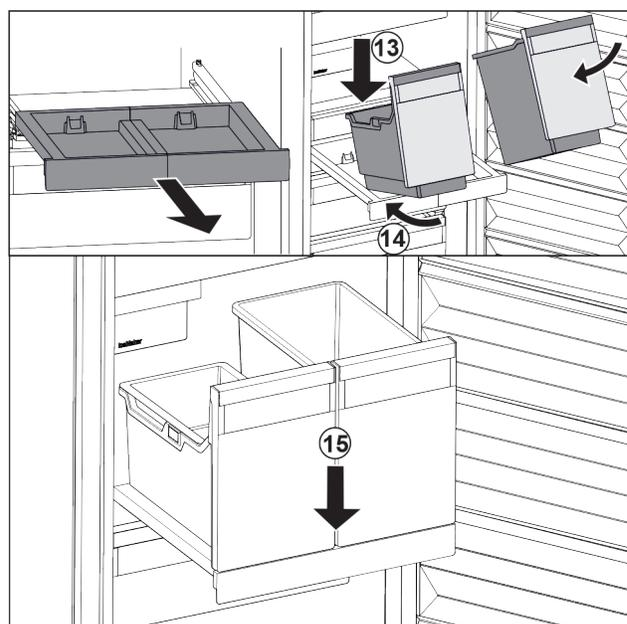

Fig. 105
- Placer les bacs sur le compartiment coulissant en les inclinant. Fig. 105 (13)
- Pousser les bacs jusqu'au fond en les inclinant. Fig. 105 (14)
- Déposer les bacs par l'avant. Fig. 105 (15)